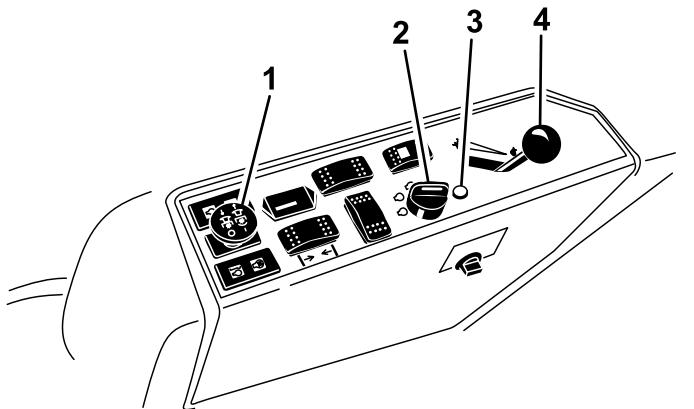

Figura 17
4. Spostate l'interruttore della presa di forza (PDF) in posizione OFF (Figura 17).
5. Portate la leva dell'acceleratore al centro tra le posizioni di MASSIMA e MINIMA (**Figura 17**).